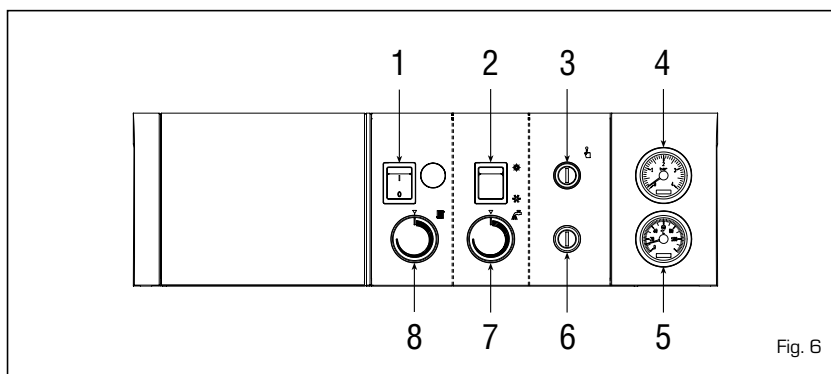

Fig. 6
3.2.1 Acendimento da caldeira (fig. 6)
- fornecer tensão à caldeira accionando o interruptor principal (1), o queimador iniciará o arranque;
- seleccionar a temperatura do acumulador no botão do termostato (7). O circulador que serve o acumulador continuará a funcionar até se alcançar a temperatura seleccionada. Durante a fase de produção de água quente a caldeira funcionará automaticamente mantendo a temperatura de aquecimento, assinalada no termómetro (5), no valor de 80°C por meio do termostato de limite (6);
- terminada a produção de água quente, com o desviador (2) na posição de Verão, interrompe-se o queimador e o circulador; com o desviador (2) na posição de Inverno põe-se em funcionamento o circulador do equipamento comandado pelo regulador climático. Nesse caso, o queimador funcionará controlado pelo termostato da caldeira (8) à temperatura programada pelo utilizador;
- para garantir um rendimento ideal da caldeira, evitando possíveis formações de condensação, aconselha-se regular o botão do termostato da caldeira (8) numa temperatura não inferior a 60°C. O valor da temperatura programada é controlado no termómetro (5).
3.2.2 Termóstato de segurança (fig. 6)
3.2.3 Enchimento do equipamento (fig. 6)
3.2.4 Desligar a caldeira (fig. 6)